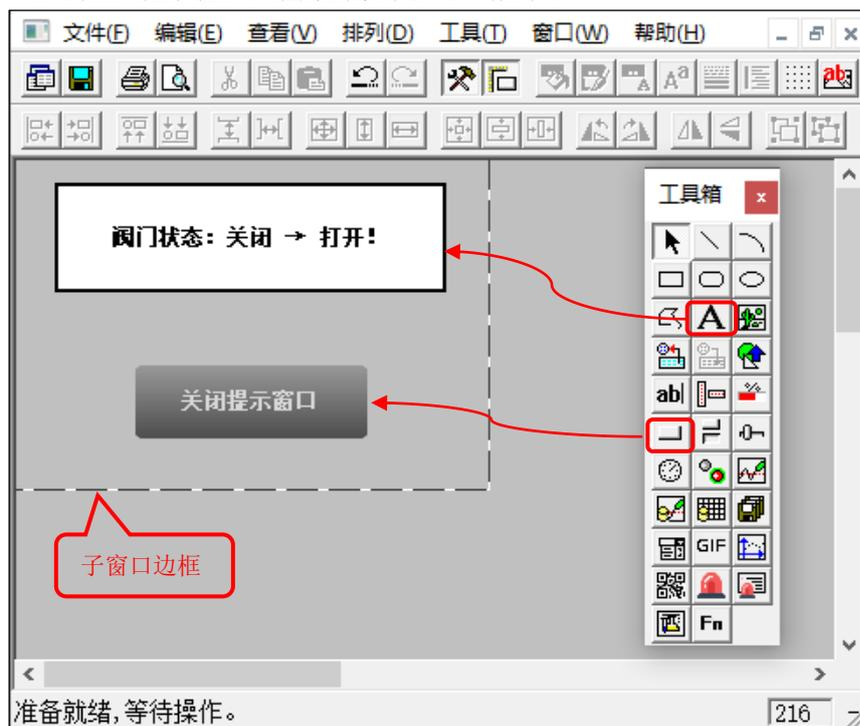

图 2.5-7 提示窗口组态
- 完成步骤 A、B、C 后，提示窗口画面效果如图 2.5-7 所示：